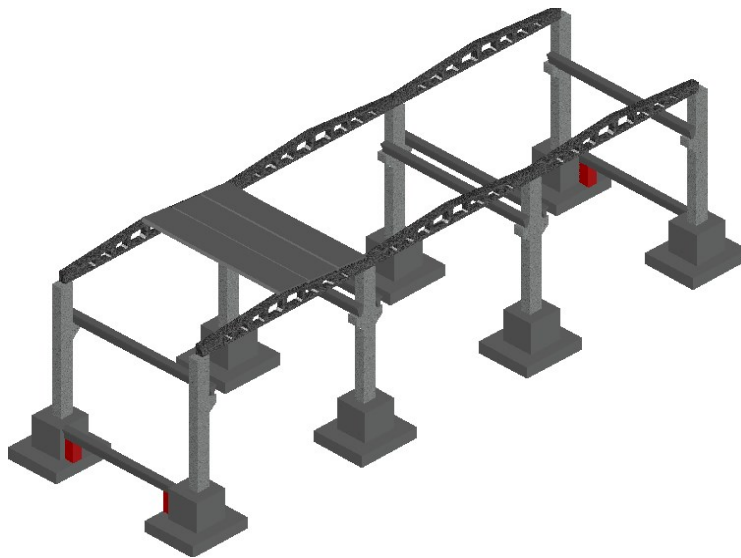

Рис. 6.9. Фрагмент каркаса с балками (подкрановыми и фундаментными) и плитами покрытия
– фрагмент каркаса из двух плоских рам с добавлением фундаментных балок и плит покрытия (плиты взять из 5 лабораторной работы) – рис. 6.9.